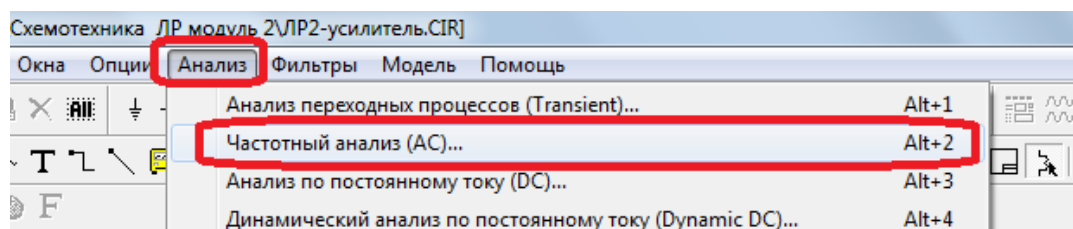

Рис.11. Частотный анализ схемы
7. Построить АЧХ и ФЧХ в режиме «Частотный анализ». Запустить режим можно через меню «Анализ»/подменю «Частотный анализ» или горячими клавишами Alt+2 (рис.11).